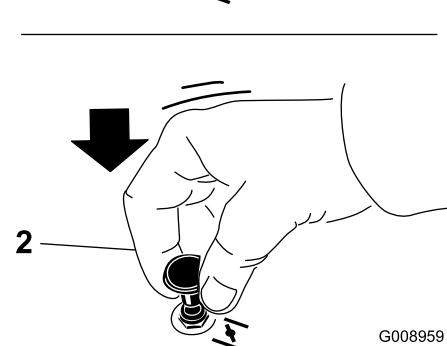

Figure 16
2. Tirez sur la commande de starter pour engager le starter avant d'utiliser le commutateur d'allumage (Figure 16).
3. Poussez sur la commande pour désengager le starter lorsque le moteur a démarré (Figure 16).